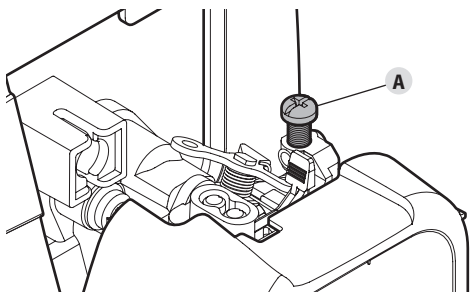

Fig. 20
- Si le moteur s'arrête, augmentez le régime de ralenti. Utilisez un petit tournevis cruciforme pour tourner la vis de ralenti (Fig. 20-A) vers la droite, de 1/8 de tour à la fois, et ce, jusqu'à ce que le moteur tourne bien au ralenti.